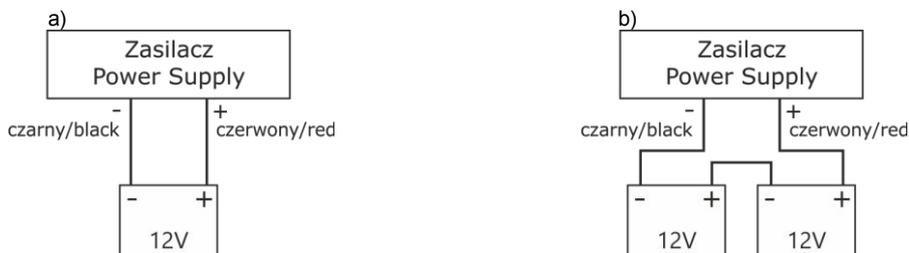

Fig. 4 Collegamento delle batterie a seconda della versione di tensione dell'alimentatore:
6. Montare la batteria nel vano batterie dell'involucro (Fig. 3). Collegare le batterie con l'alimentatore prestando particolare attenzione alla corretta polarità e al tipo di connessioni (Fig. 4):